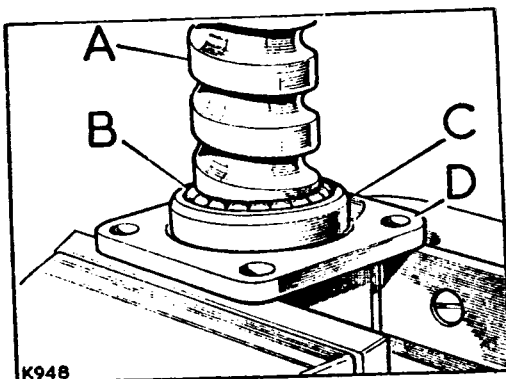

Fig. G1-55.- Cojinete de bolas superior
- 3.4.- Instalar el rodamiento superior, C (Fig. G1-55), en su sitio sobre la barra de la dirección, y deslizar ésta en el interior de la columna.